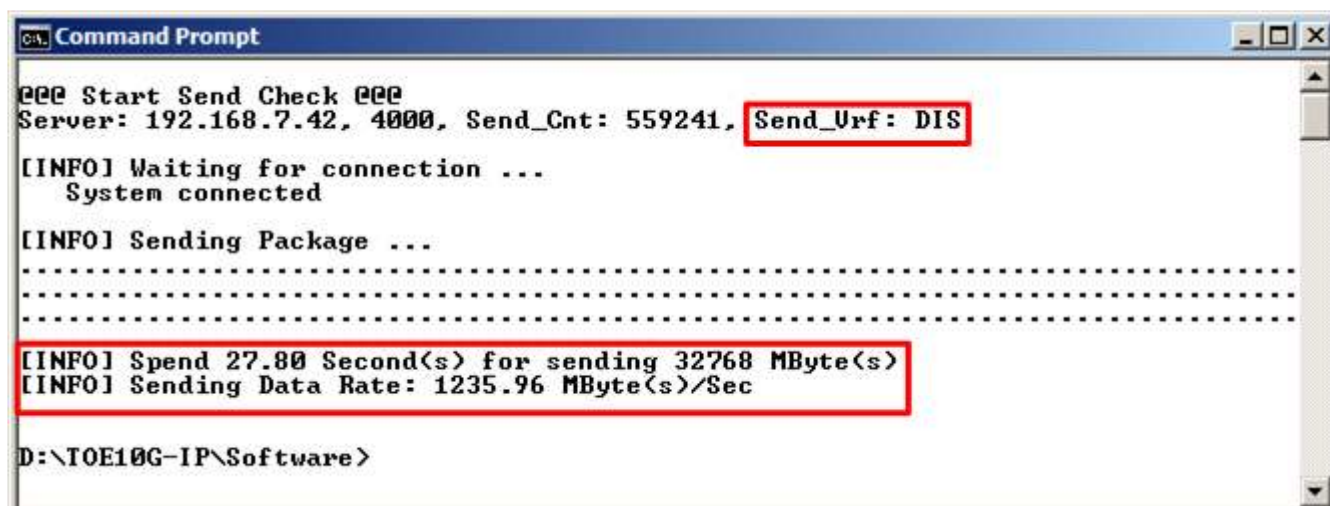

図 4-14: パフォーマンス・テスト・モードの受信デモ
- テスト・アプリケーションは図 4-14 に示すように転送中 “...” を表示します。and time usage with performance is displayed when complete data transfer, as shown in 図 4-14: パフォーマンス・テスト・モードの受信デモ.